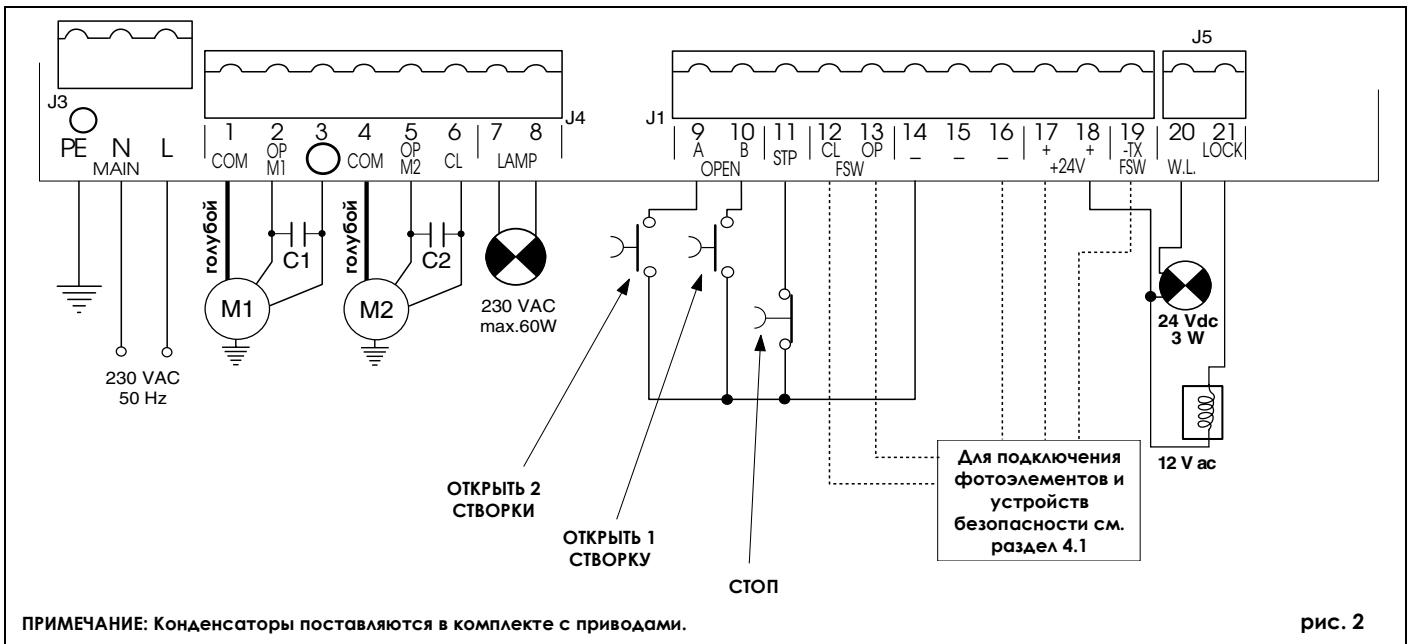

рис. 2
- Подсоедините кабель заземления к соответствующему контакту разъема J3 платы управления (см. рис. 2).
**4.2. КЛЕММНЫЙ РАЗЪЕМ J3 – Питание (рис. 2)**
**4.3. КЛЕММНЫЙ РАЗЪЕМ J4 – Приводы и сигнальная лампа (рис. 2)**
#### 4.4. КЛЕММНЫЙ РАЗЪЕМ J1 – Дополнительные устройства (рис. 2)
#### 4.6. ШТЕКЕРНЫЙ РАЗЪЕМ J2 – Карты декодеров и приемников (рис. 2)